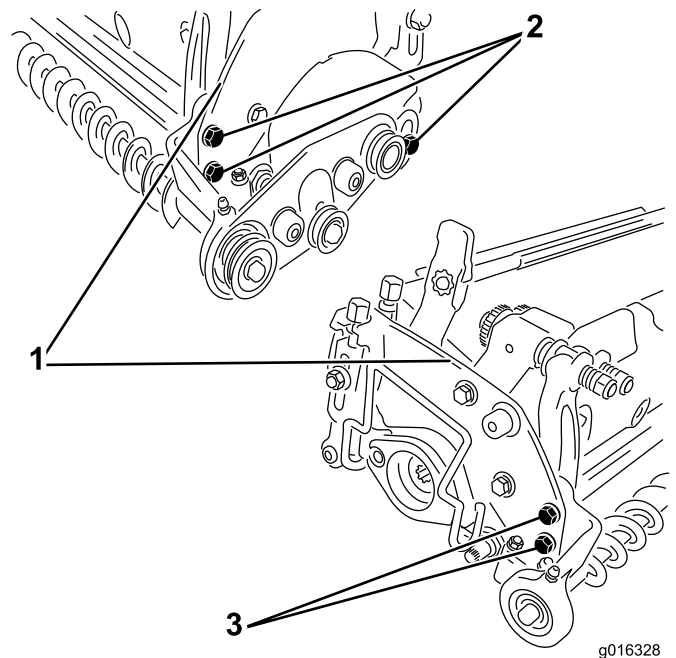

Figure 10
- A. Desserrez les boulons qui fixent les supports de la brosse aux plaques latérales du plateau de coupe ; voir Figure 10.